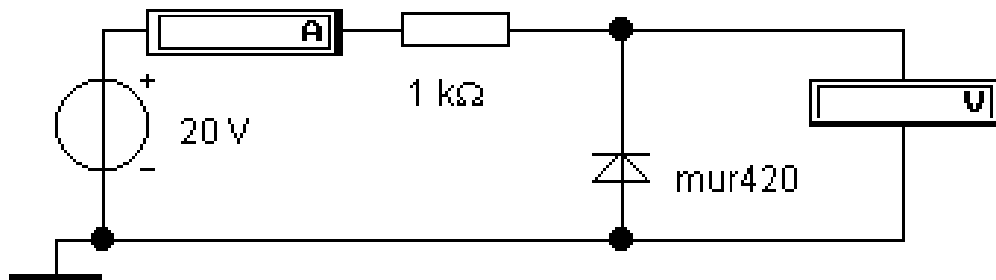

Рисунок 2.
2.3. Зняти зворотню гілку ВАХ діода на основі кремнію (1N914). Скласти схему (рис. 2). Переверніть діод. Послідовно встановлюючи ЕРС джерела рівними 0 - 50 В, запишіть значення струму $I_{звор}$ і напруги $U_{звор}$ до таблиці 2.